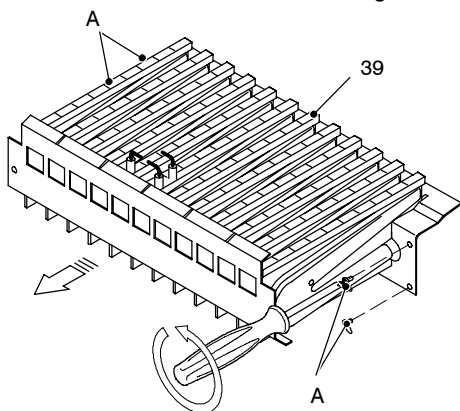

fig. 8.1
- 3 Togliere il pannello anteriore della camera di combustione ed il bruciatore 39 in fig. 8.1